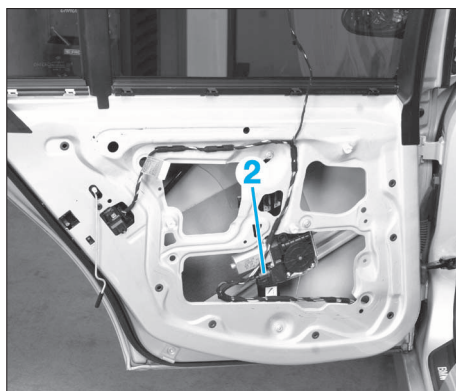

FIG. 66
- Débrancher le connecteur (2) du moteur de lève-vitre (risque de coincement) (Fig.66).